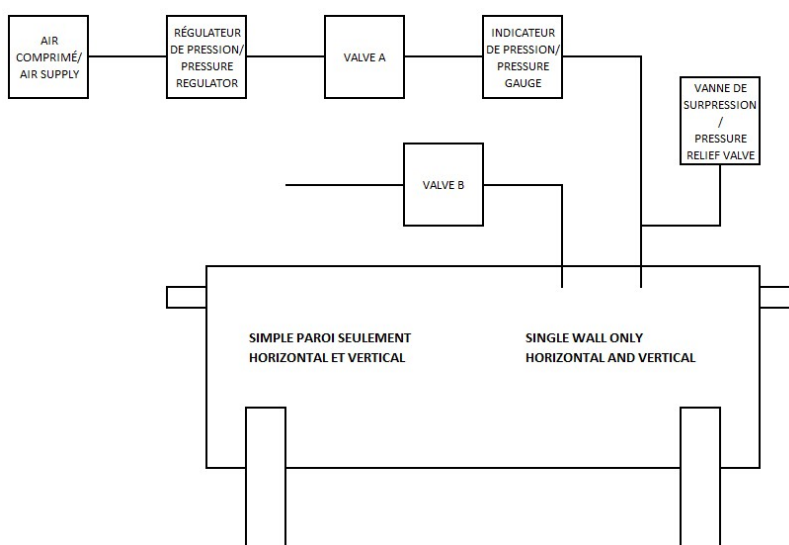

Figure 1 Single wall oil-water separator pressurization procedure - Procédure test de pression pour réservoir simple paroi
- 1) Install the test piping as shown in Figure 1. Close valve A. Seal all remaining unused openings to maintain the pressure. Ensure that the compressed air supply is closed.
- 1) Installez la tuyauterie de test tel que la figure 1. Fermer la valve A. Sceller temporairement les ouvertures restantes pour maintenir la pression. Assurez-vous que l'air comprimé est fermé.
Figure 1 shows a suggested piping configuration; the final test set up may differ from the one shown in Figure 1. Figure 1 setup and pressurization procedure described are only for **single wall** tank oil-water separators.
La figure 1 illustre une configuration de tuyauterie suggérée. La configuration finale de l'essai peut différer de celle illustrée à la Figure 1. La configuration et la procédure de pressurisation décrites à la Figure 1 ne concernent que les séparateurs d'hydrocarbures à réservoir **simple paroi**.